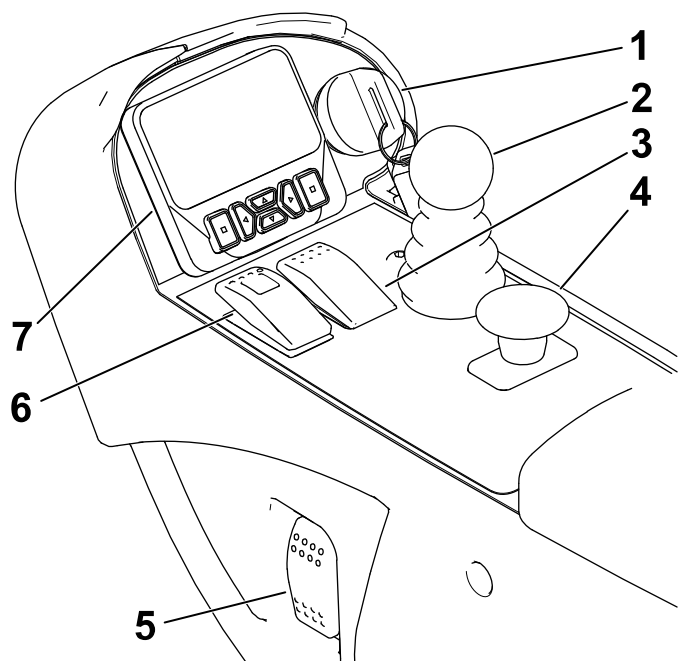

図 11
**注** 緊急ブレーキが必要な場合は、走行ペダルから足を放し、駐車ブレーキスイッチを前方に倒します(図 11)。
PTOスイッチが OFF の場合(図 11)、マシンは移動走行モードになり、最高速度が制限されていなければ最大16 km/hで走行することができます。
駐車ブレーキを掛けるには、コンソールのスイッチ(図 11)を前方に押します。スイッチがセットされるとスイッチの赤いライトが点灯します。駐車ブレーキを解除するには、スイッチを後方に押します。
このレバー **図 11** でカッティングユニットを昇降させます。
キースイッチ **図 11** には3つの位置があります OFF、ON/PREHEAT、STARTです。
スイッチの上部を押すとヘッドライトが点灯します (**図 11**)。
インフォセンターLCDディスプレイは、マシンの運転状態、故障診断などの情報を表示します **図 11**。